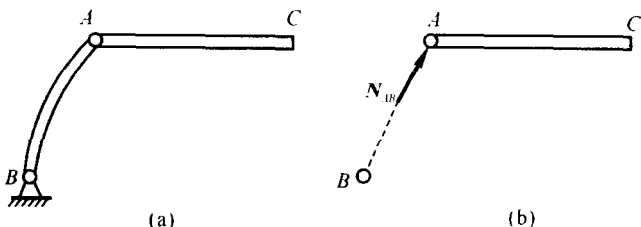

图 1.9
(6) 双铰链刚杆连接。本身不受主动力作用的双铰刚杆的约束反力，其方向必定沿两端铰链中心的连线，如图 1.9 所示。